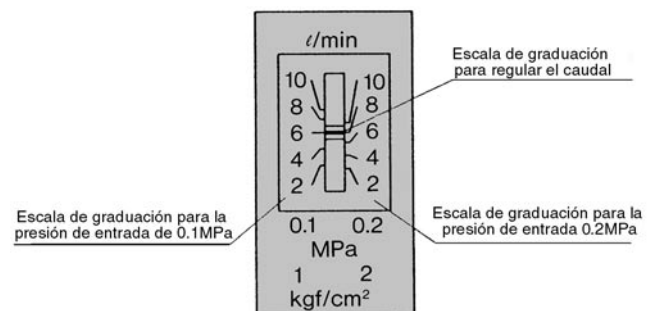

Fig.1
- Utilice la escala de graduación que se encuentra a la izquierda si la presión de ENTRADA es de 0,1MPa y la escala de graduación de la derecha si la presión es de 0,2MPa. (Véase la Fig.1.)